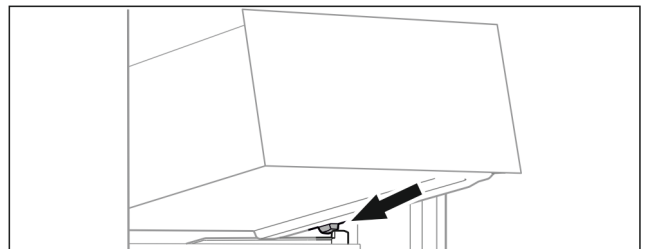

Fig. 25
- ▶ Nasadte zásuvku šikmo za zarážkami na rebro nádoby. (pozri Fig. 25)